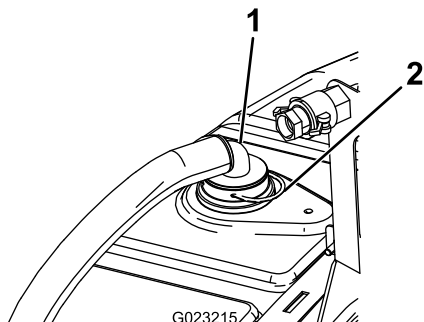

Рисунок 17
1. Установите конец шланга с прямоугольным штуцером на ранее установленный переходной штуцер с помощью стопорного штифта (Рисунок 17).